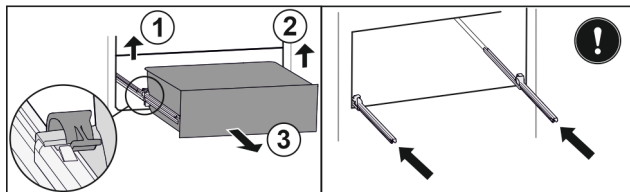

Fig. 79
- Nadvihnite ľavú svorku a súčasne ťahajte zásuvku vľavo dopredu. Fig. 79 (1)
- Nadvihnite pravú svorku a súčasne ťahajte zásuvku vpravo dopredu. Fig. 79 (2)
- Odoberte zásuvku dopredu. Fig. 79 (3)